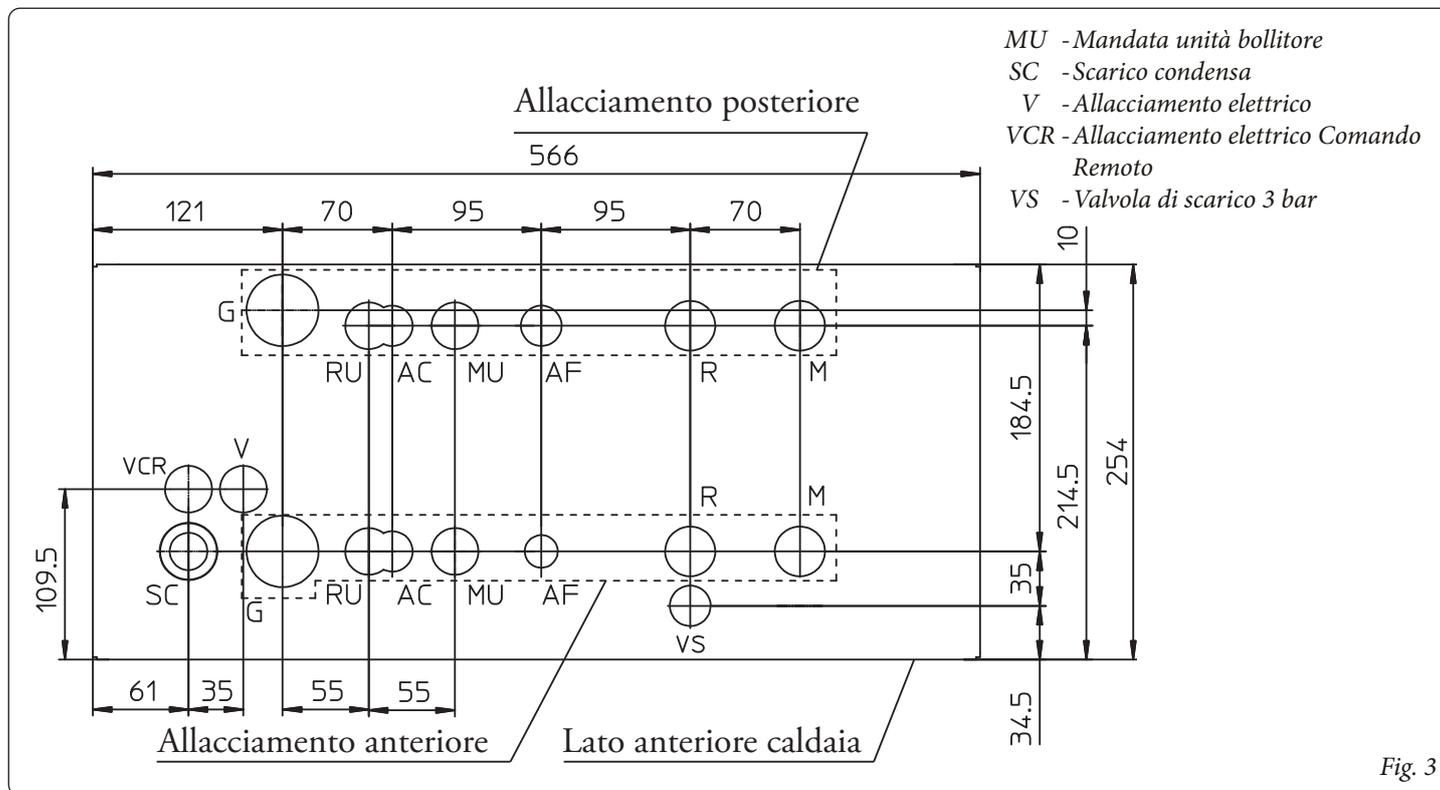

Fig. 3
N.B.: Il gruppo di allacciamento non è a corredo della caldaia, ma venduto separatamente (optional). Per facilitare l'installazione è possibile scegliere se operare l'allacciamento nella parte anteriore o posteriore della nicchia a seconda del tipo di caldaia (Fig. 3).